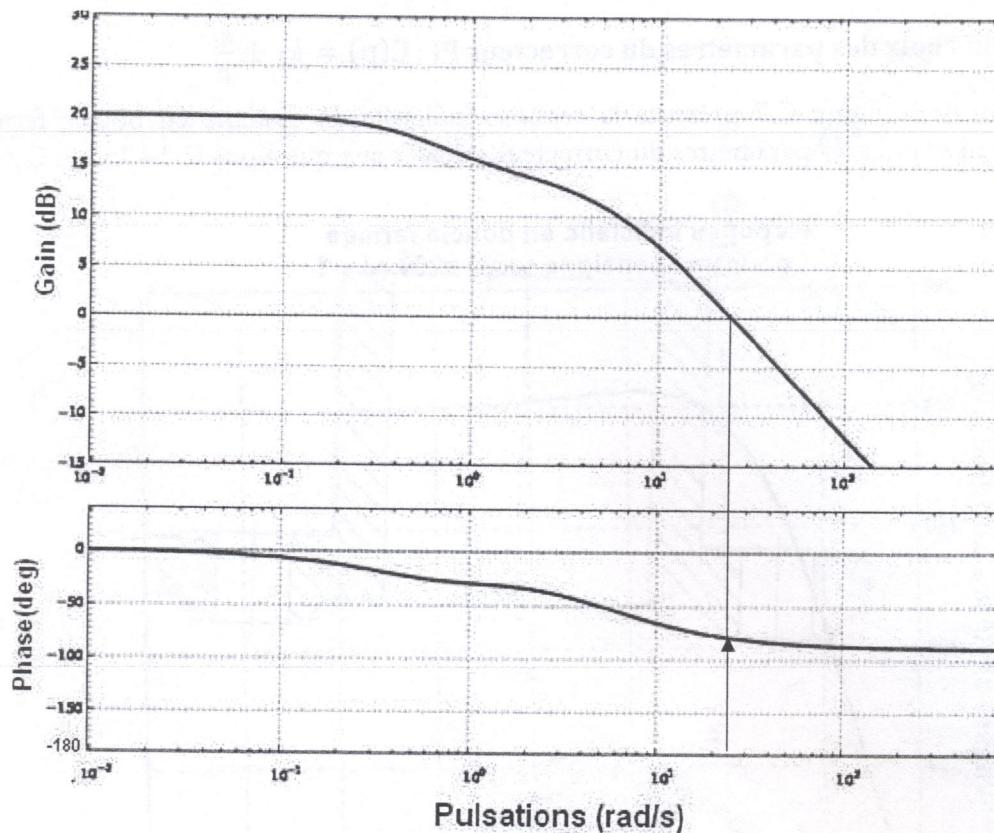

Figure C.8 : Diagrammes de Bode du système
C.2.5.2- Les diagrammes de Bode du système pour les paramètres du correcteur calculés aux questions C.2.4.1.2 et C.2.4.2.2 sont représentés par la figure C.8.